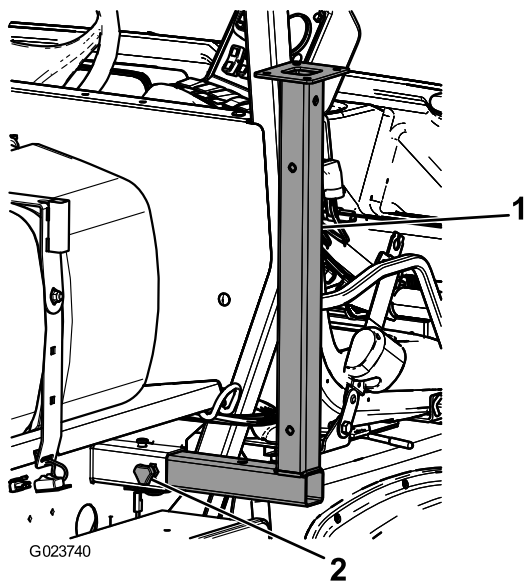

図 50
1. 車両前部のロープ掛けポイントの近くのフレーム部に、前ジャッキスタンドを逆さにして差し込む 図 50